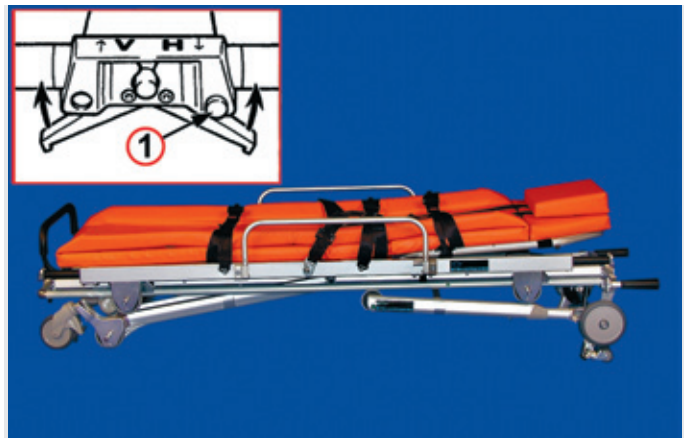

Bild 28a
■ Bodenposition (Bild 28a)
! Bei Sonderfahrgestellen 4002-1 und 4003-1 für Transportinkubatoren ITI 5400 zum Ziehen des Bedienungshebels „H“ Sicherungsknopf (Bild 28a/1) drücken.